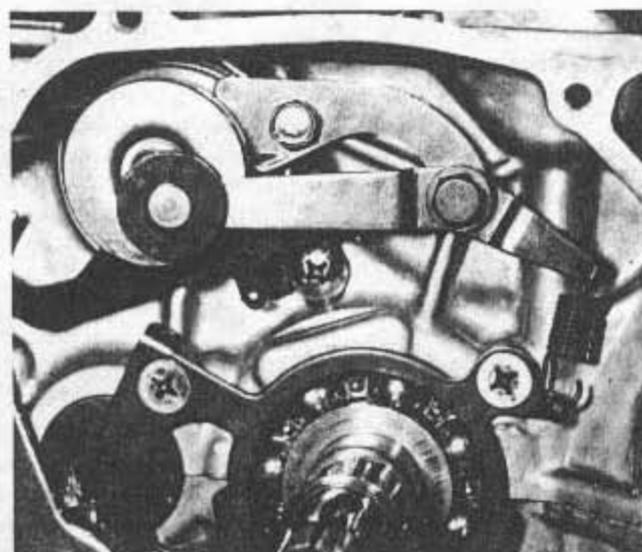

Bild 44
- Die Schraube, welche durch den Schaltwalzenanschlaghebel läuft, wird soweit gelockert, dass sich der Hebel von der Schaltwalze abheben lässt und die Rolle vom Ende der Schaltwalze freikommt (Bild 44). Der Lagerbolzen lässt sich nun vollständig herausdrehen; es besteht keine Gefahr mehr, dass die Rückholfeder die Schraube aus den letzten paar Gewindegängen der Gehäusebohrung herauszieht. Die Rückholfeder wird aus ihrer Verankerung im Gehäuse gelöst, damit der Hebel vollständig befreit ist.